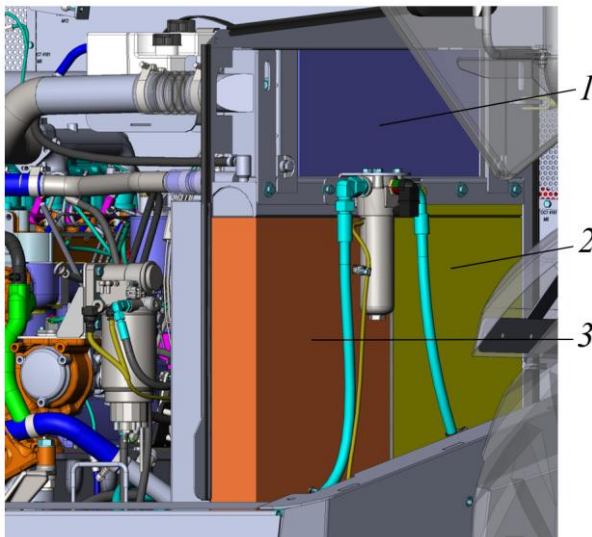

Рисунок 5.34. Блок радиаторов системы охлаждения
- ▶ Произвести чистку (продувку) сжатым воздухом радиатора ОНВ (при наличии) поз. 1, радиатора системы охлаждения двигателя поз. 3 и радиатора гидросистемы поз. 2, рис. 5.34.